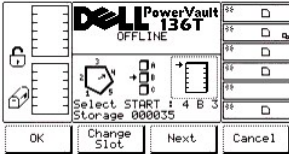

図 40. Command > Move > Scan Barcode > Change Slot ダイアログ
- 1 **Next** ソフトキーの下にあるボタンを選択すると、現在のソースパラメータはマガジンからスロットに変わり、スロット変更ダイアログが表示されます。 図 40 を参照してください。